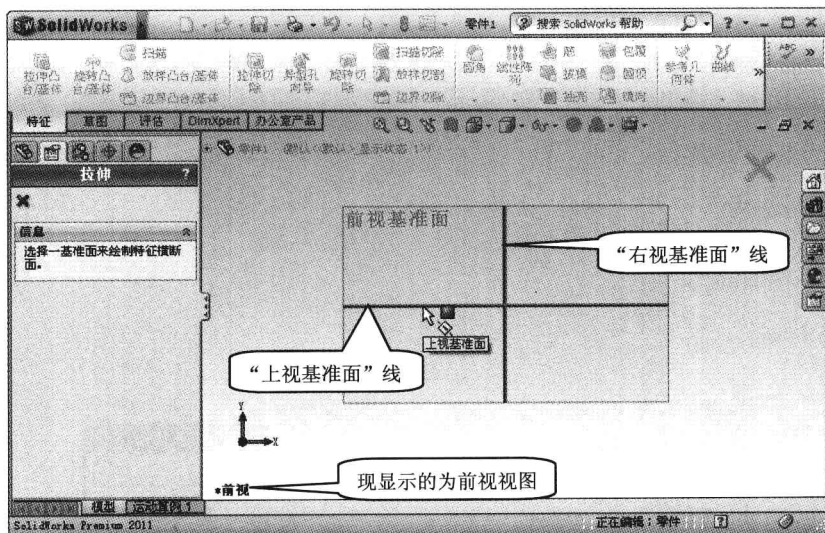

图 1-8 选择绘制草图基准面
(1) 单击命令管理器“特征”工具栏中的“拉伸凸台/基体”按钮 , 屏幕界面出现“选择一基准面来绘制特征横断面”信息提示, 如图 1-8 所示。此时指针的形状变为 。